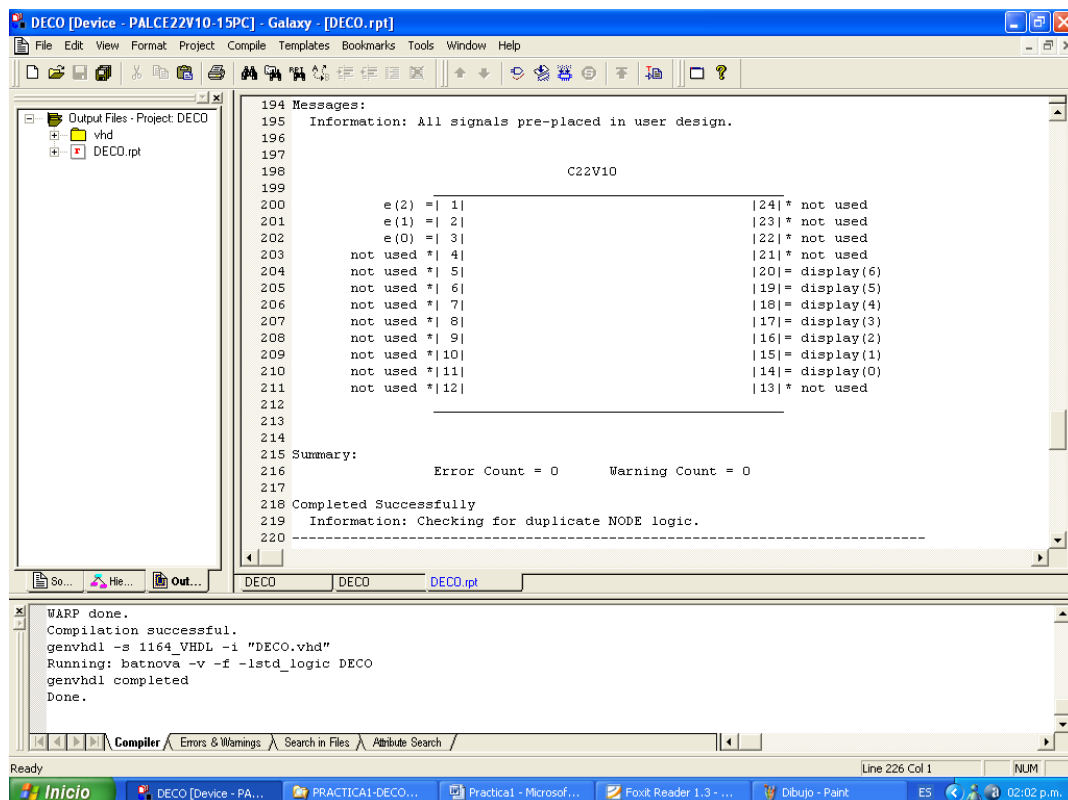

Figura 13. Se muestra claramente la modificación de las terminales de asignación.
18. Una vez hechas las modificaciones correctamente, se realiza una nueva compilación y después se procede a revisar el archivo de salida (*deco.rpt*). Como se puede ver en la figura 13, el propósito se cumplió. De esta manera ya se puede programar el dispositivo.